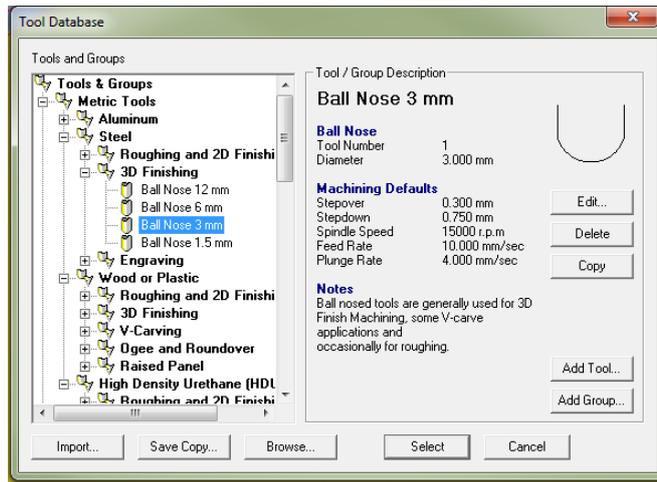
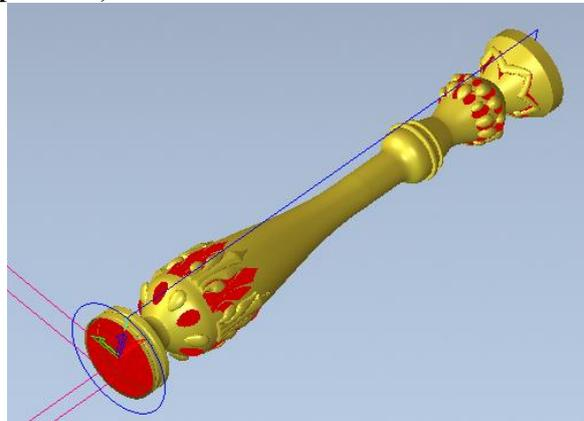

Рисунок 10
Рисунок 12
11. В окне задать инструмент (рисунок 10) и материал (рисунок 12)
12. Нажать кнопку Now, программа произведет расчет хода инструмента (рис.12)